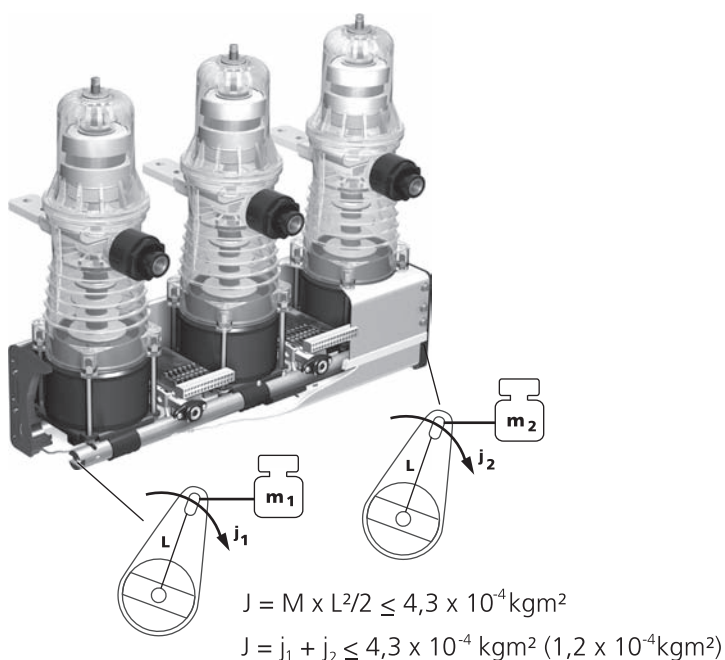

Figura 34
- Se il meccanismo di interblocco è connesso direttamente all'albero di sincronizzazione, il momento d'inerzia del meccanismo non deve superare $4,3 \times 10^{-4} \text{ kg/m}^2$ ($1,2 \times 10 \text{ kg/m}^2$ per Se si utilizzano entrambe le estremità dell'albero di sincronizzazione, la somma dei momenti d'inerzia non deve superare rispettivamente $4,3 \times 10^{-4} \text{ kgm}^2$ e $1,2 \times 10^{-4} \text{ kgm}^2$ (Figura 34).